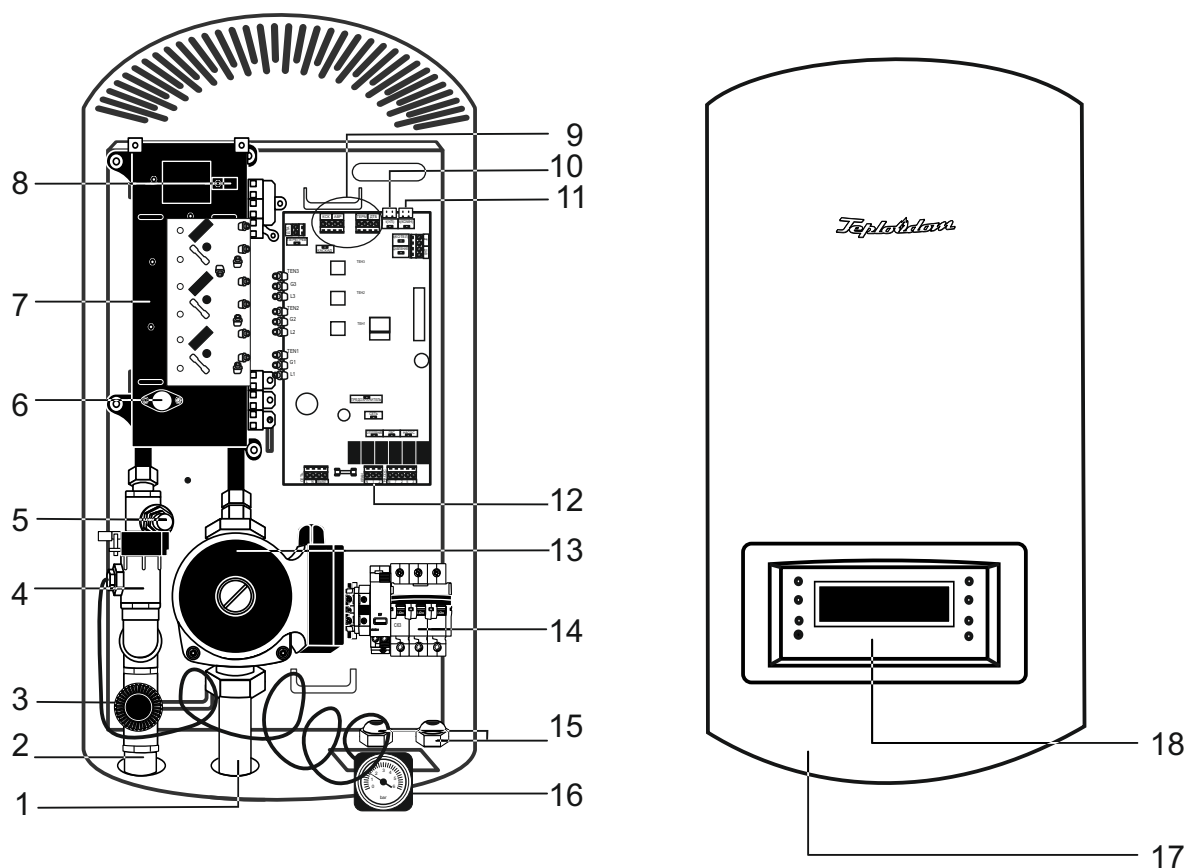

Рис. 3.1
2. Основные элементы котла ТЕПЛОДОМ изображены на Рис. 3.1.